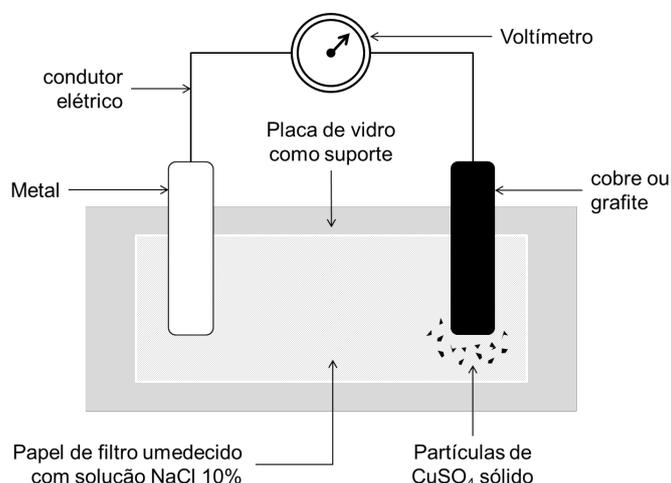

Figura 10.2: Representação da pilha econômica.
7. Verifique se sua montagem está de acordo com a Figura 10.2 da página seguinte.